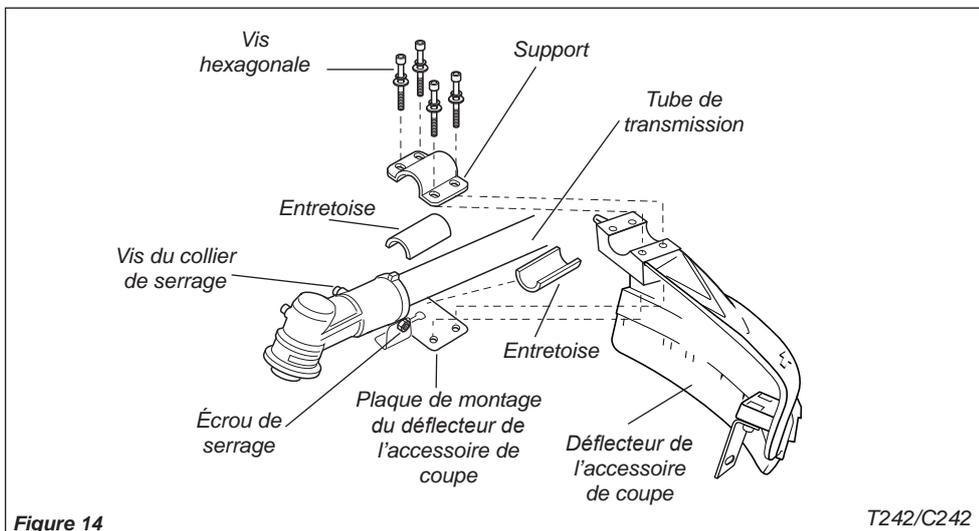

Figure 14
1. Insérer le déflecteur de l'accessoire de coupe entre le tube de transmission et la plaque de montage du déflecteur. Voir la figure 14.
2. Fixer les deux entretoises et le support sur le tube de transmission et fixer sans serrer les quatre vis hexagonales. Voir la figure 14.